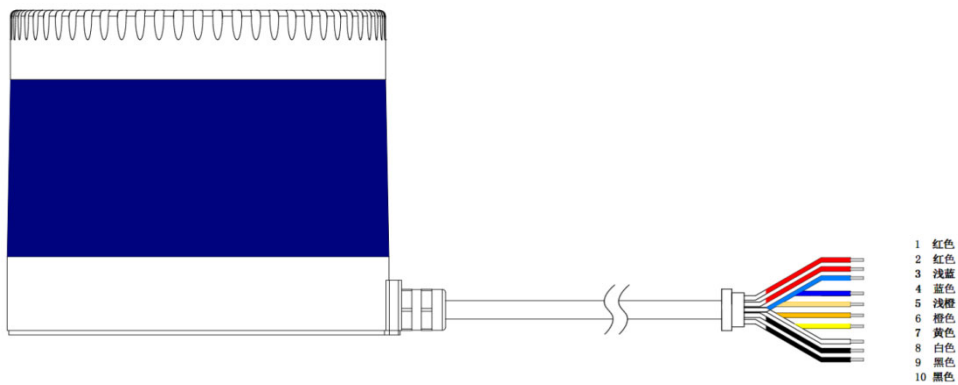

图 2.1 雷达对外 10 芯线缆示意图
- C32 激光雷达缆线为 10 芯屏蔽线，序号如下图 2.1 所示。